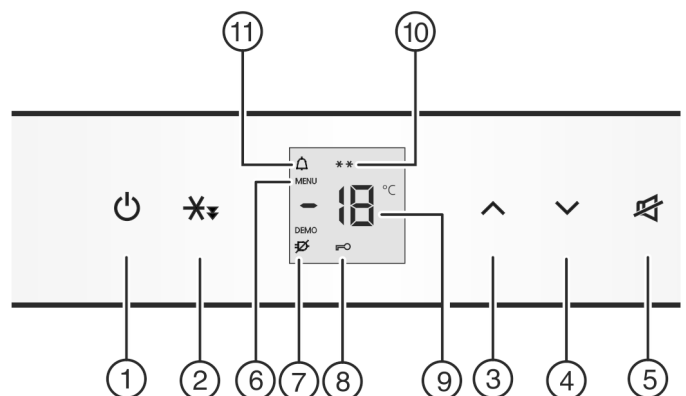

Fig. 2
- Taste On/Off *Fig. 2 (1)* drücken.
- Einstellmodus aktivieren: Taste Schnellgefrieren *Fig. 2 (2)* ca. 5 s drücken.
- ▷ Das Symbol Menu *Fig. 2 (6)* leuchtet.
- Die Taste Schnellgefrieren *Fig. 2 (2)* kurz drücken, um zu bestätigen.
- Zum Einschalten der Kindersicherung Taste Schnellgefrieren *Fig. 2 (2)* kurz drücken.
- ▷ Das Symbol Kindersicherung *Fig. 2 (8)* leuchtet. In der Anzeige blinkt **c**.
- Zum Ausschalten der Kindersicherung Taste Schnellgefrieren *Fig. 2 (2)* kurz drücken.
- ▷ Das Symbol Kindersicherung *Fig. 2 (8)* erlischt. In der Anzeige blinkt **c**.
- Einstellmodus deaktivieren: Taste On/Off *Fig. 2 (1)* drücken.
- Taste Alarm *Fig. 2 (5)* drücken.
Gleichzeitig blinkt die Temperaturanzeige und das Symbol Alarm *Fig. 2 (11)*.
Der Tonwarner verstummt automatisch, das Symbol Alarm *Fig. 2 (11)* geht aus und die Temperaturanzeige hört auf zu blinken, wenn die Temperatur wieder ausreichend kalt ist.
- ▶ Temperatur wärmer einstellen: Einstelltaste Up Fig. 2 (3) drücken.
- ▶ Temperatur kälter einstellen: Einstelltaste Down Fig. 2 (4) drücken.